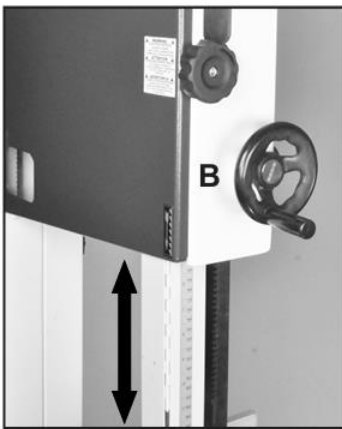
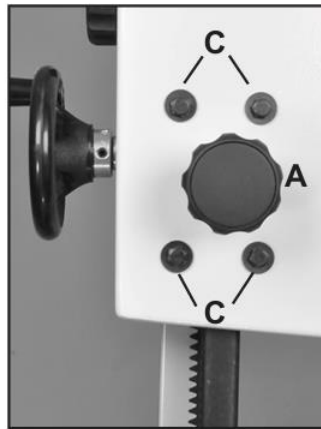

Рис. 29
Рис. 30
1. Ослабьте фиксатор направляющей стойки (#1С, рис. 30А) и поверните ручку направляющей стойки (#38С, рис. 29, Б), чтобы поднять или опустить направляющую стойку/верхнюю направляющую пильного полотна на нужную высоту. На правой стороне направляющей стойки имеется измерительная шкала для быстрого определения высоты направляющих подшипников над поверхностью стола.
4. Ослабьте четыре болта с шестигранной головкой (#2С), расположенные в задней части верхней рамы. Рис. 30, В). Это позволит немного сдвинуть направляющую стойку влево или вправо для устранения любых проблем с позиционированием.